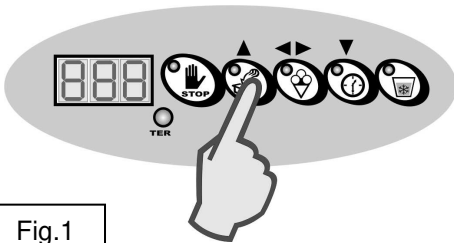
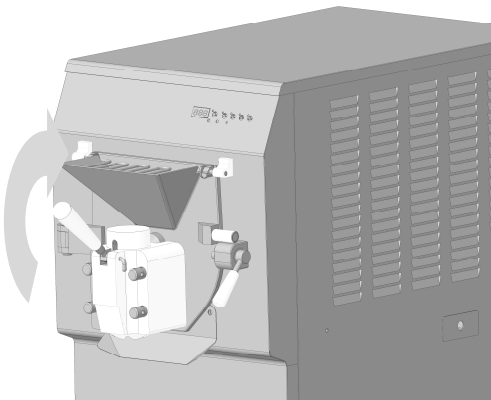

Fig.1
Fig.2
- Premere il pulsante ESTRAZIONE in modo che si avvii il motore agitatore e lasciar girare per 3' circa (Fig.1). Aprire il pistone erogatore per estrarre tutta l'acqua di lavaggio (Fig.2). Ripetere la procedura finchè l'acqua non esce chiara e pulita.
- Premere il pulsante ESTRAZIONE in modo che si avvii il motore agitatore e lasciar girare per 5' circa (Fig.1); Aprire il pistone erogatore per estrarre tutta la soluzione sanificante (Fig.2).